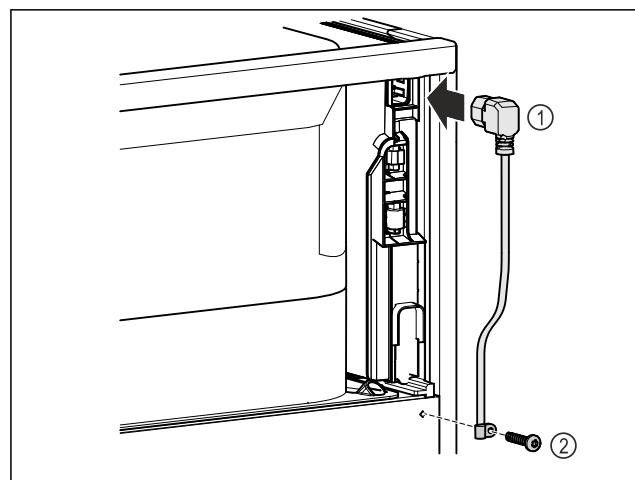

Fig. 8
- Vtičnica hladilne naprave napeljave omrežnega priključka Fig. 8 (1) na zadnji strani naprave.
- Namestite element za sproščanje napetosti. Fig. 8 (2)